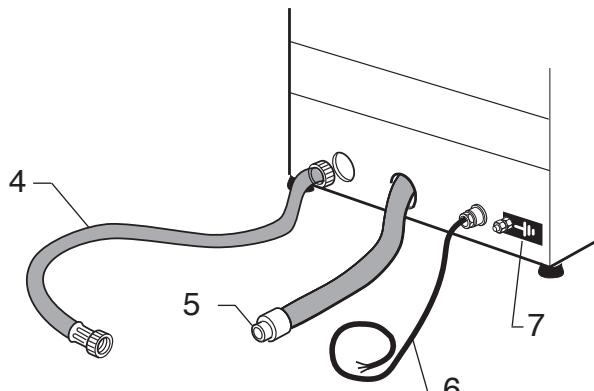

Fig. 6
3.1 INSTALLAZIONE (Fig. 6)
3.1.a COLLEGAMENTO TUBO di SCARICO (Fig. 6)
- Collegare il tubo di scarico (5) ad un pozzetto di scarico predisposto.
3.1.b ALLACCIAIMENTO IDRICO (Fig. 6)
- Collegare il tubo di carico (4) in dotazione all'elettrovalvola e l'altra estremità del tubo di carico (4) ad un rubinetto filettato 3/4" G. interponendo il filtro (8).